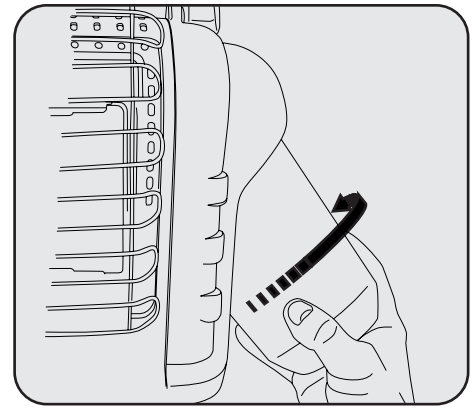

Figura 4
3. Tornillo 1 libra. cilindro de suministro de gas de LP disponible dextrósum (de fondo) en calentador portátil hasta de mano apretado. Ver la Figura 4. No use el sellador de hilo en esta union.